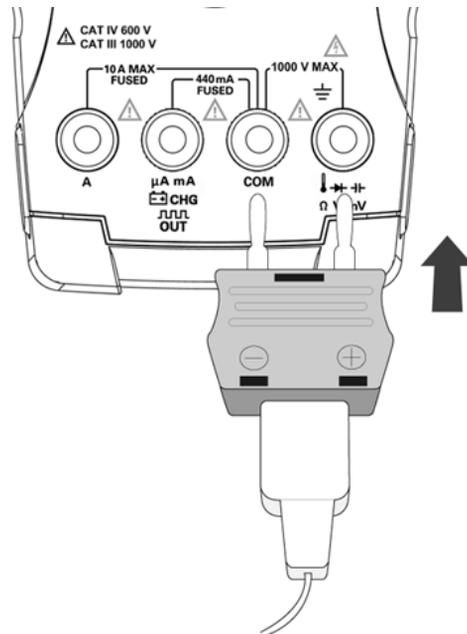

Abbildung 2-14 Anschließen der Sonde mit Adapter am Multimeter
- 3 Schließen Sie die Wärmesonde dann mit dem Adapter an die Eingangsanschlüsse des Multimeters an, wie in Abbildung 2-14 gezeigt.